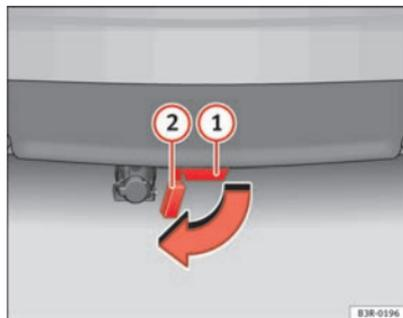

Fig. 152 Pare-chocs arrière : ouverture du bouchon obturateur
- Ouvrez le bouchon obturateur (2) ⇒ fig. 152 du tube de fixation (1) situé sous le pare-chocs jusqu'en butée. Le bouchon obturateur s'enclenche automatiquement en position de butée.